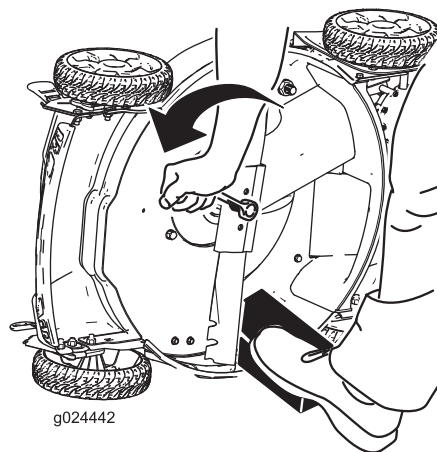

Figure 25
3. Immobilisez la lame avec un morceau de bois (Figure 25).
4. Déposez la lame en tournant le boulon dans le sens antihoraire et conservez toutes les fixations en vue de la repose (Figure 25).